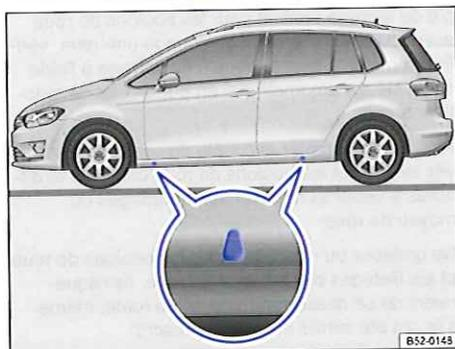

Fig. 242 Points de prise du cric
Positionnez le cric uniquement sur les points de prise indiqués (repères dans la carrosserie)  $\Rightarrow$  fig. 242. Un point de prise se trouve à côté de chacune des roues  $\Rightarrow$  .
6. Cherchez sous le véhicule le point de prise du cric → fig. 242 qui se trouve le plus près possible de la roue à changer.